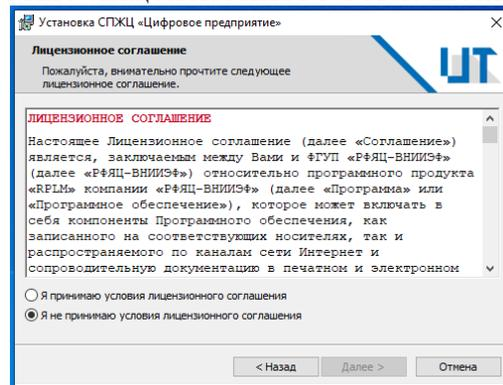

Рисунок 3
5) ознакомиться с лицензионным соглашением, подтвердить принятие его условий (рис. 3);